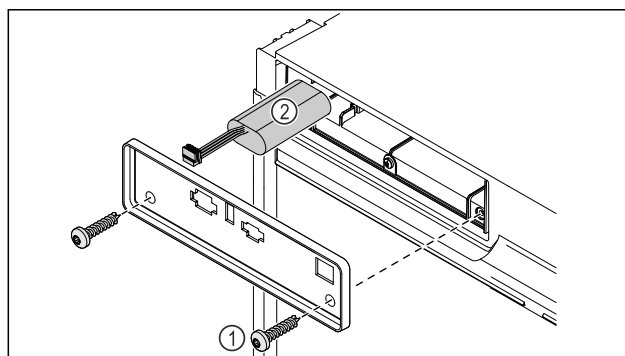

Fig. 189
- Izskrūvējiet skrūves un noņemiet pārsegu ierīces aizmugurē Fig. 189 (1).
- Atvienojiet un izņemiet bateriju Fig. 189 (2).